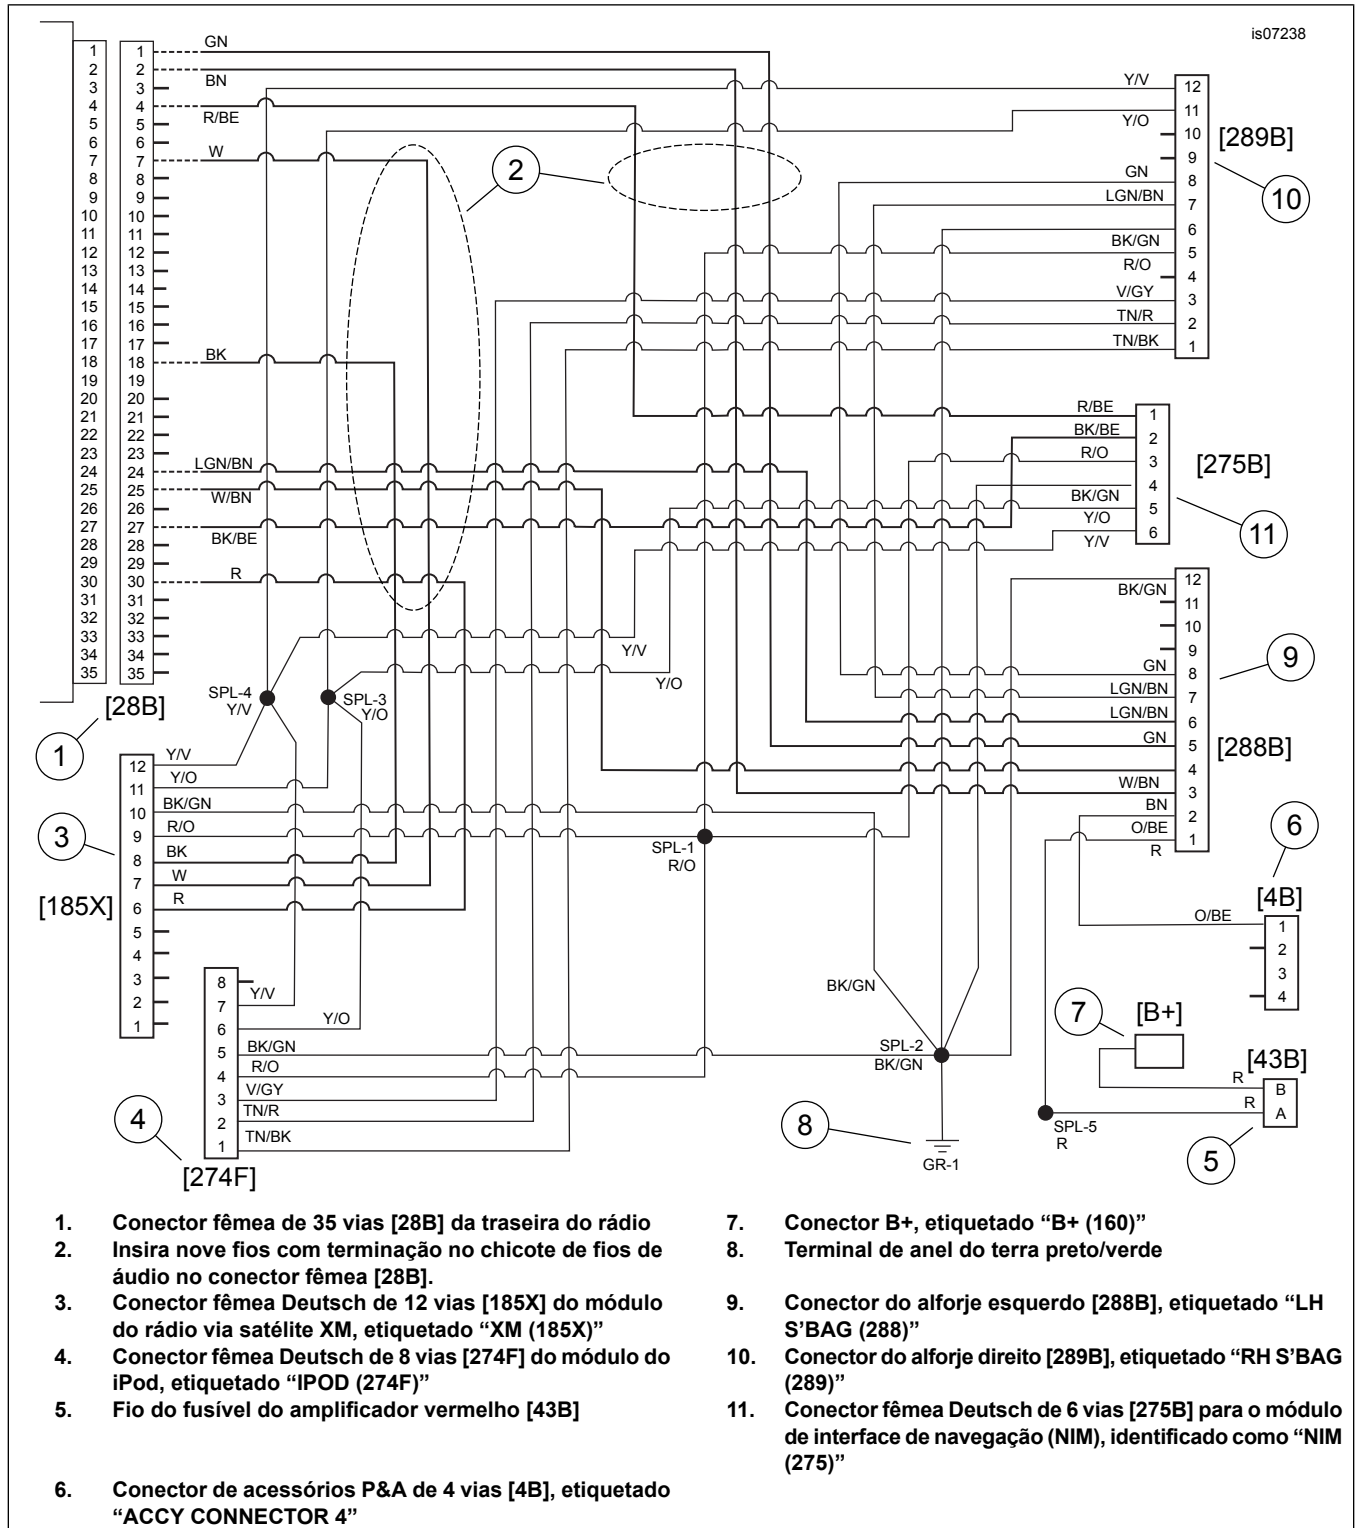

Figura 6. Diagrama da fiação, chicote de fios do áudio 69200477
6. Veja Figura 6. Posicione o conector “B+ (160)” (7) e o “ACCY CONNECTOR 4” (conector de acessórios 4) (6) na área sob o assento. Posicione o suporte do fusível (5) em um local facilmente acessível. Acople o conector [160] (7) com o conector B+ do veículo. Acople o conector fêmea cinza de 4 vias [4] (6) no conector macho [4A] do veículo.
7. Prenda o terminal de anel [TERRA-1] (8) no prisioneiro do terra do lado direito.